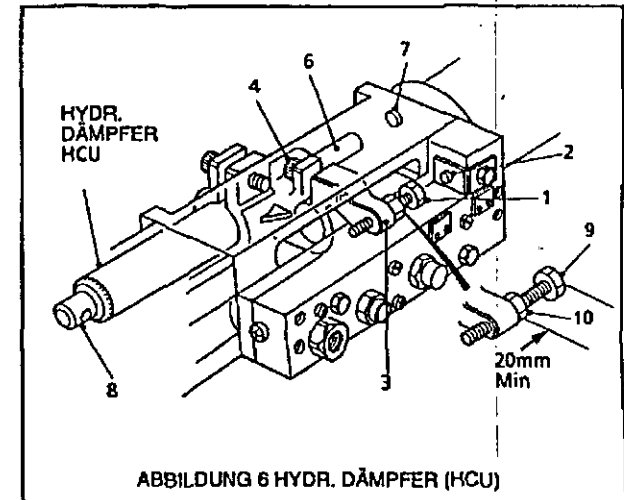

ABBILDUNG 6 HYDR. DÄMPFER (HCU)
EINSTELLUNG DES BOHRBETRIEBS (siehe Abbildung 6)
Endgültige Tiefeneinstellung mit Hilfe von (9), Abbildung 6, vornehmen.
Mit Hilfe von (10), Abbildung 6, festziehen.
Die Spitze des Gewindebohrers MUSS mindestens 14 mm (9/16") über dem Prüfblock stehen, damit das Windegetriebe des Gewindebohrers die erforderliche Einrückbewegung ausführen kann. Spaltweite zwischen (2) und (1), Abbildung 6, zum Ausgleich der Gewindetiefe ZUZÜGLICH der freien Höhe des Gewindebohrers über dem Werkstück einstellen.